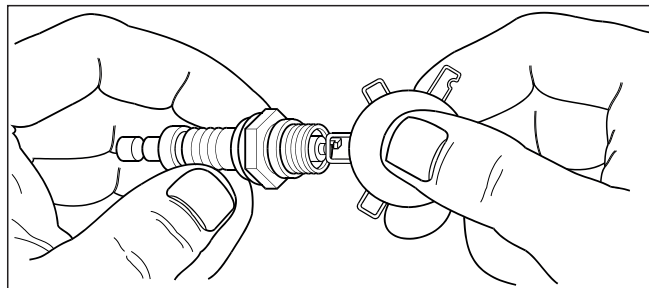

Рисунок 7 – Установка свечи
- Установите зазор в новой свече равным 0.76 мм. Установите ее в «голову» цилиндра (Рис.7).
- Снимите защитный экран воздушного фильтра и вытащите фильтр (Рис. 7).